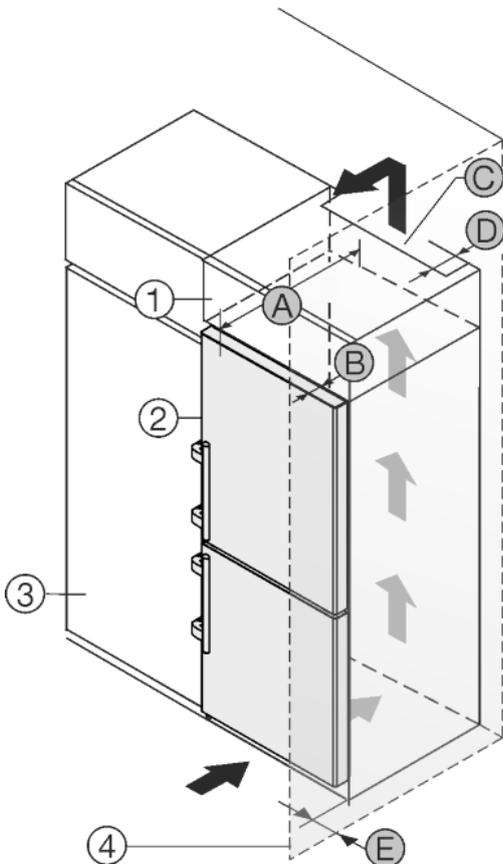

Fig. 26
Das Gerät kann mit Küchenschränken umbaut werden. Um das Gerät Fig. 26 (2) der Küchenzeilenhöhe anzugleichen, kann über dem Gerät ein Aufsatzschrank Fig. 26 (1) angebracht werden.
Das Gerät kann direkt neben dem Küchenschrank Fig. 26 (3) aufgestellt werden. Um die Türe vollständig öffnen zu können, muss das Gerät um die Tiefe Fig. 26 (B) gegenüber der Küchenschrankfront vorstehen. Abhängig von der Tiefe der Küchenschränke und Verwendung von Wandabstandshaltern kann das Gerät weiter herausragen.
- An der Rückseite des Aufsatzschrankes muss ein Abluftschacht mit der Tiefe Fig. 26 (D) über die gesamte Aufsatzschrankbreite vorhanden sein.
- Unter der Raumdecke muss der Entlüftungsquerschnitt Fig. 26 (C) eingehalten werden.
Wenn das Gerät mit den Scharnieren neben einer Wand Fig. 26 (4) aufgestellt wird, muss der Abstand Fig. 26 (E) zwischen Gerät und Wand eingehalten werden. Dies entspricht dem Griffüberstand bei geöffneter Tür.